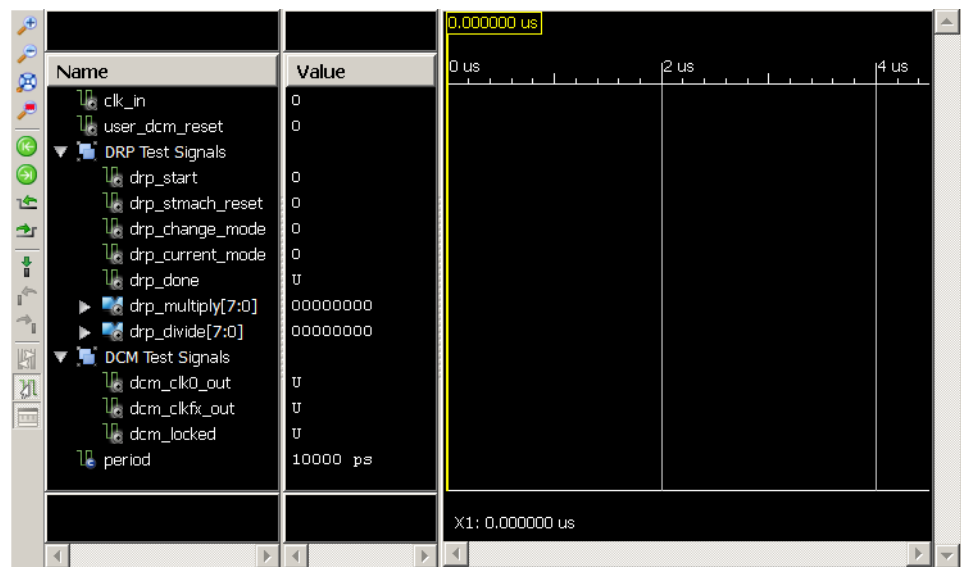

図 4-14：グループの追加
6. 作成したグループをすべて展開表示します。波形ウィンドウは、図 4-14 のように表示されます。
信号グループが 図 4-14 と一致しない場合は、次の方法で修正できます。